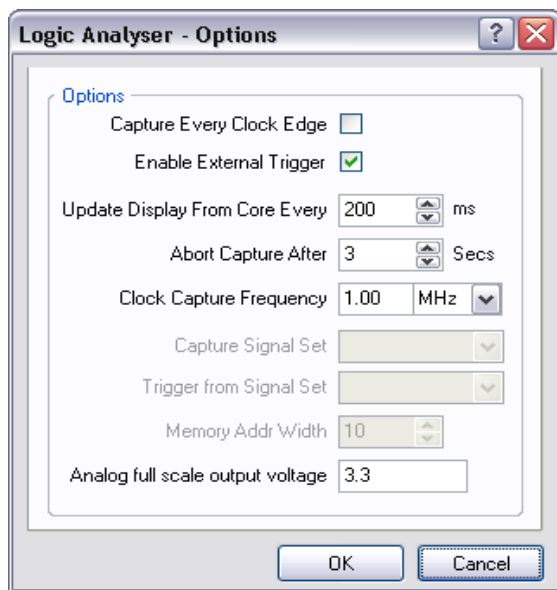

图 121. 逻辑分析仪选型设置.
- 12. 选中逻辑分析仪的 **Options** 按钮。设置捕捉时钟频率为 1MHz，与频率发生器模块的频率一样。根据图 121 进行其他控制参数的设置。